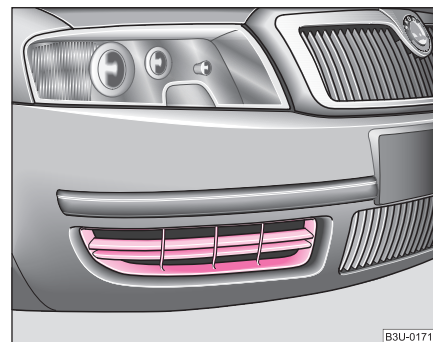

Fig. 196 Bara de protecție față: Grilaj protector pentru inelul de remorcare
- Trageți cu atenție grilajul ⇒ fig. 196 din bara de protecție. ■